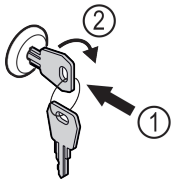

Fig. 191 Représentation à titre d'exemple
- Insérer la clé Fig. 191 (1).
- Tourner la clé à 90° dans le sens horaire Fig. 191 (2).